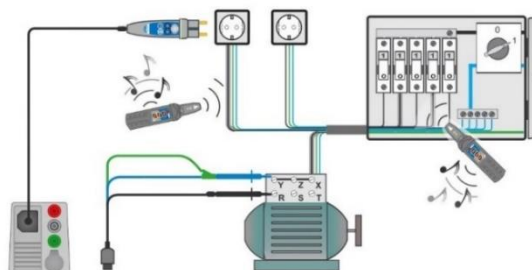

Fig. 4.119: Spårning av ledare i väggar och centraler
- › Anslut 3-ledar testledn. eller Plug commander till objektet (se **Fig. 4.119 Fig. 4.**)